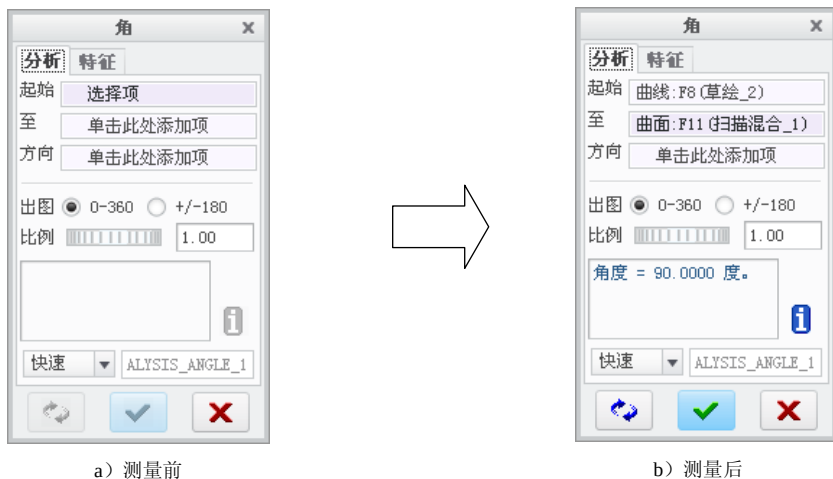

图 4.3.15 “分析”选项卡
(1) 单击 **分析** 功能选项卡 **测量** 区域中的  按钮。
(2) 在系统弹出的“角”对话框中，打开 **分析** 选项卡（图 4.3.15 a）。